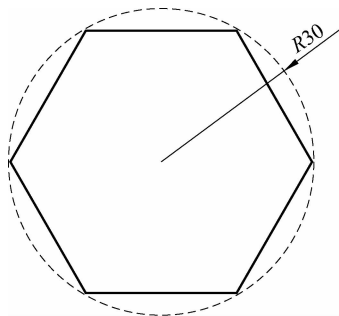

图 3-12 内接于圆的正六边形
(2)内接于圆(I):表示绘制的正多边形在圆里。例如,绘制如图 3-12 所示内接于圆的正六边形。